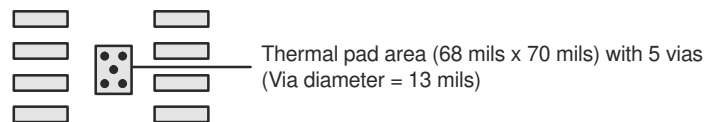

图 7-10. PowerPAD™ 集成电路封装 PCB 蚀刻和过孔布局
1. 用顶面蚀刻方式准备 PCB，如 图 7-10 所示。必须对引线进行蚀刻，还要对散热焊盘进行蚀刻。